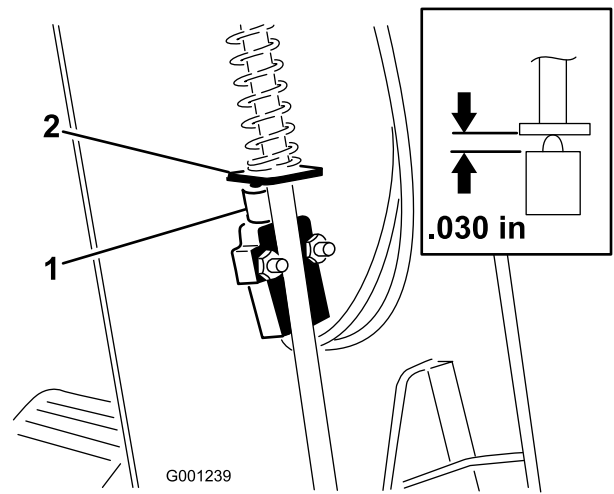

Figura 61
3. Mueva la cubierta por la columna de dirección para dejar expuesto el soporte del pivote (Figura 61).
5. Alinee el tope de la varilla del freno de estacionamiento con el émbolo del interruptor (Figura 61)
6. Presione hacia abajo la varilla del freno de estacionamiento y empuje hacia arriba el interruptor hasta que la longitud comprimida del émbolo del interruptor sea de 0,76 mm (Figura 61, detalle). Esta distancia se mide entre el tope de la varilla del freno y el alojamiento del émbolo del interruptor.